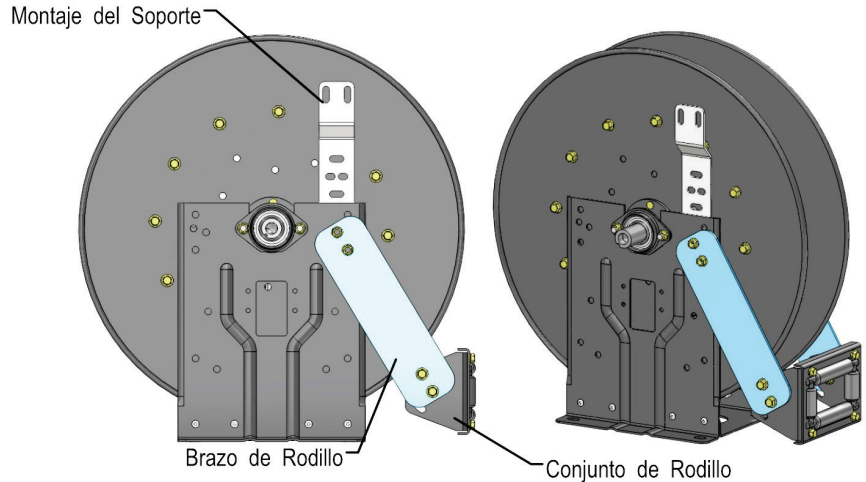

Figura 5 – Carrete con rodillos en la posición SR
1. Quite el resorte según Hannay TSB 2013.06.003 Cambiar un motor con resorte de Hannay, esto se puede encontrar en www.hannay.com. El carrete debe verse como la Figura 5.